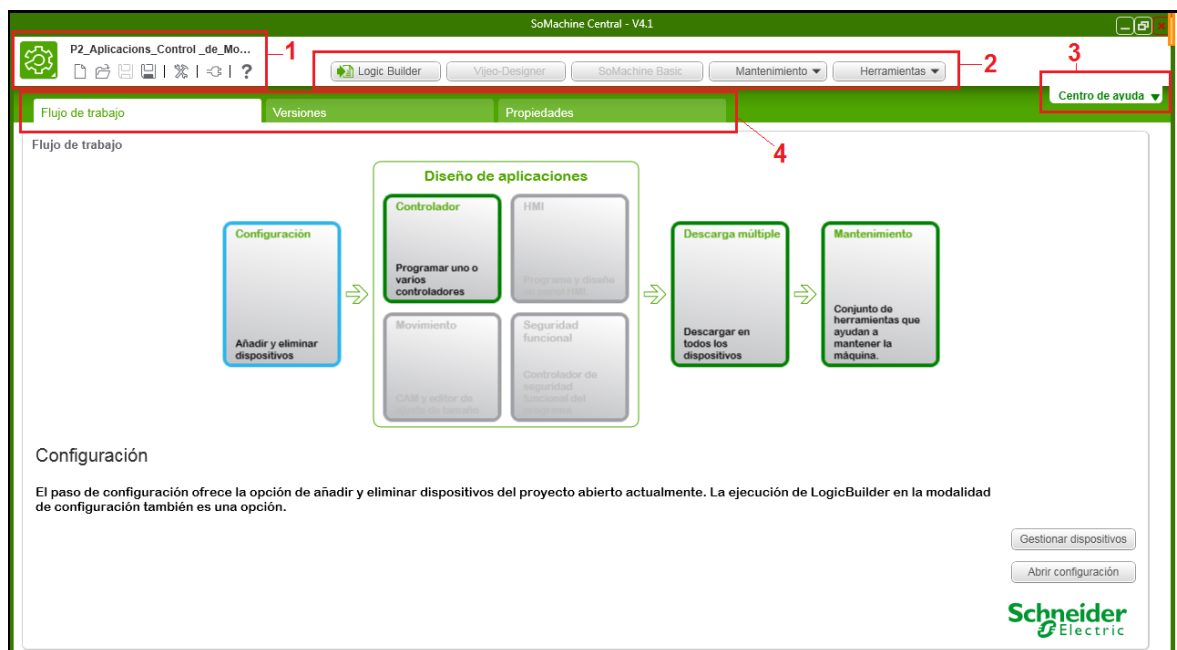

Figura 46. Pantalla flux de treball
A la següent figura 46, SoMachine ens mostra la finestra de SoMachine Central amb la pantalla "Flujo de Trabajo" després d'obrir un projecte existent o crear un nou projecte. En aquesta pantalla podem destacar les següents parts; barra d'eines (1), barra d'accés a les eines de SoMachine (2), centre d'ajuda (3), gestió del projecte (4).